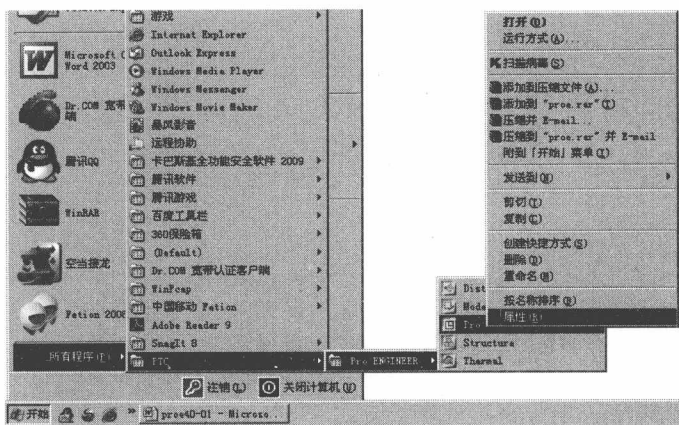

图 1-19 选取命令
(1) 在工作磁盘上新建文件夹，如：“E: \qidong”。
(2) 在【开始】菜单中依次点取【开始】/【所有程序】/【PTC】/【Pro ENGINEER】/【Pro ENGINEER】，在【Pro ENGINEER】上右键单击，在弹出的快捷菜单中选择【属性】命令，如图 1-19 所示。